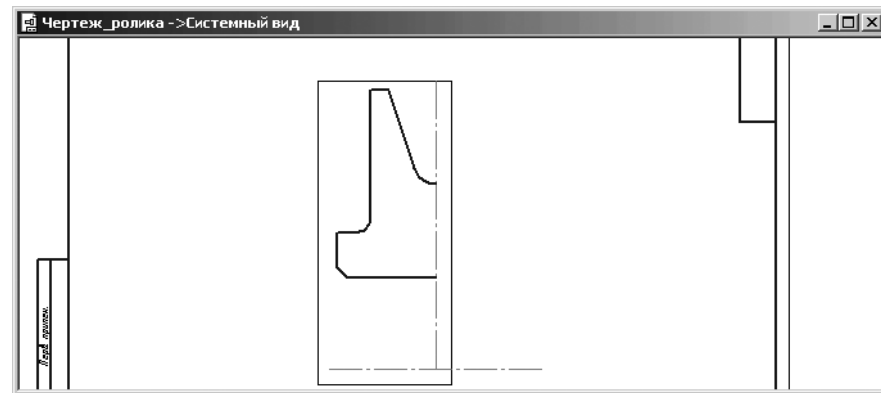

Рис. 4.30. Рамка для выделения построенного контура и вертикальной оси
- щелкните мышью в верхней, левой точке, а затем переместите указатель мыши в нижнюю правую точку рамки так, чтобы рамка захватила полностью построенный контур и вертикальную ось симметрии (рис. 4.30).